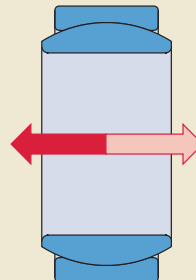

Bild 6
- Kombinierte Axial- und Radialbelastung (→ **Bild 6**)
Radial-Gelenklager können eine gewisse Axialbelastung F_a zusätzlich zur gleichzeitig wirkenden Radialbelastung F_r aufnehmen (→ Bild 6 auf Seite 41). Wenn die resultierende Belastung eine konstante Größe hat, wird die äquivalente dynamische Lagerbelastung folgendermaßen bestimmt: